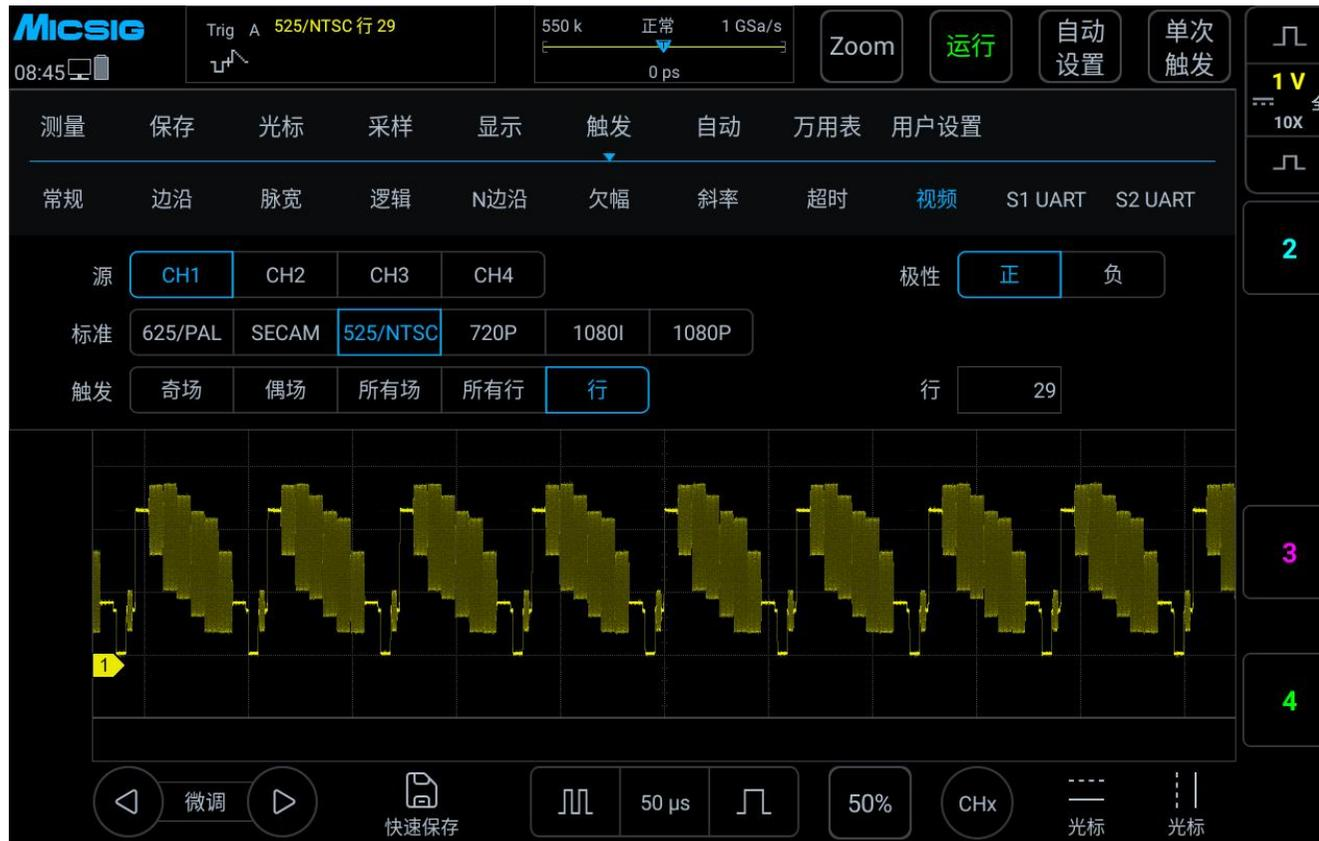

图 6-30 视频触发
- 1) 打开触发菜单，轻点“触发”打开触发菜单，在触发类型中选择视频触发，对视频触发进行如下设置，见图 6-30：